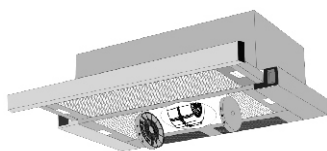

рис. 8
- установите два угольных фильтра см. табл.1 и (рис.8), предварительно удалив с них упаковочную пленку;
Угольные фильтры устанавливаются на защитные решетки корпуса вентилятора, путем легкого нажатия и поворота (рис. 8). Фильтрация воздуха осуществляется с помощью двух угольных фильтров, затем очищенный воздух возвращается в помещение.